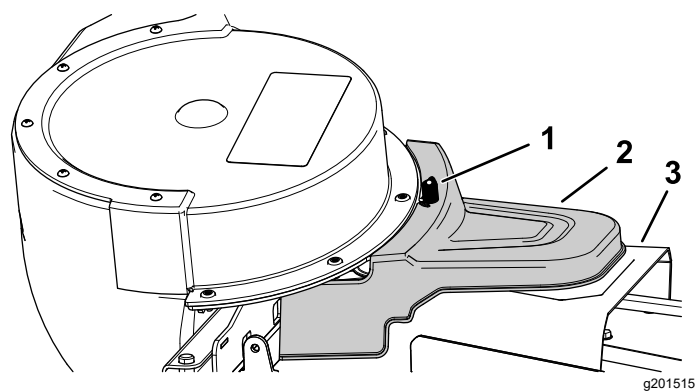

Figura 27
5. Montate il coperchio del sistema di raccolta elettrico sul copricinghia e fissatelo serrando la manopola (Figura 27).